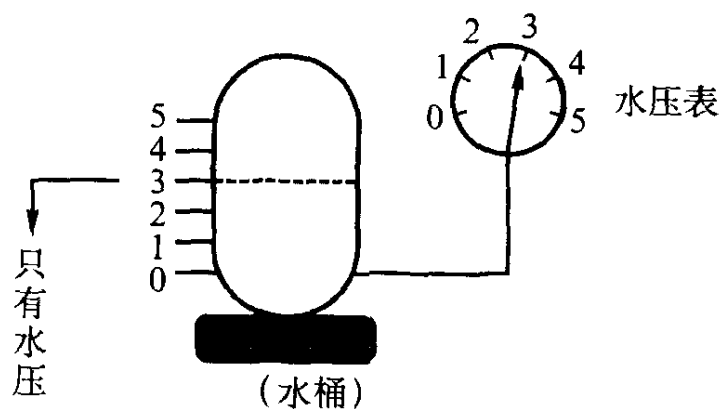
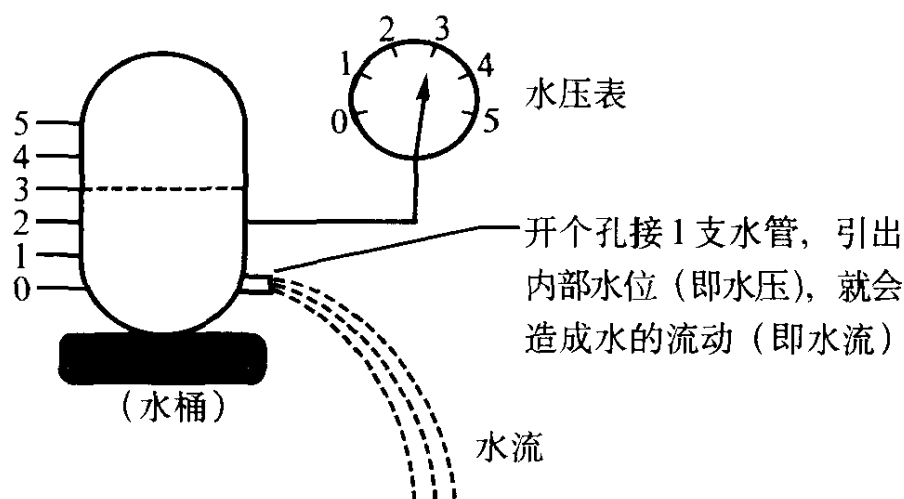

图 1-3
图 1-4
(2) 水流：我们来看图 1-3 这个水桶，内部只存在着水位（即水压），这可从水压表看出，但是没有水流？当然没有。因为没有把水压引出来，哪来水的流动？怎样做才有水流？很简单，我们在水桶的桶底开个孔，接一支水管，水不就流出来了吗！水的流动称为“水流”，如图 1-4 所示。
(3) 水阻：即水的阻力。水阻越高，水流越小；水阻越小，水流越大。就以排水沟来说，如果水沟内有杂七杂八的东西阻止水流，水流当然小，如果清除一半的话，水流就流一半量，要是把它都清除掉，那么水流量最大。所以说能阻止水流的东西，我们称它为水阻。水阻大，水流小；水阻小，水流大。但这是拿排水沟来比喻。我们现在转回正题。在图1-4中为了有水流，我们在水桶底侧开个孔，接一支水管，引出桶内的水压造成有水流动（水流），但是这样水很快就会流没了。怎么办？我们在水管上装一个水龙头（水开关），如图1-5。如果把水龙头全打开，水以最大量流出；水龙头打开一半，水受到龙头内部阻力的影响，水只流一半量；水龙头只开一点点，水流出来就一点点。故水龙头就是水的阻力，即水阻大，水流小；水阻小，水流大。不知道你弄懂了吗？